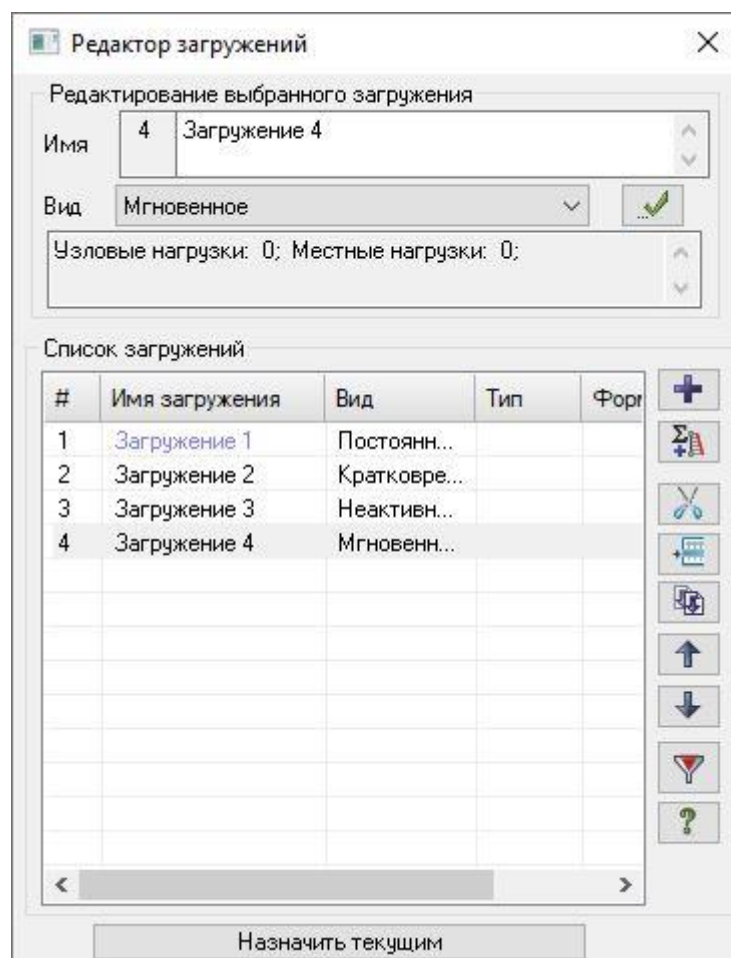

Рис.5.22. Диалоговое окно **Редактор нагружений**
- Вызовите диалоговое окно **Редактор загрузений** (рис.5.22) щелчком по кнопке  – **Редактор загрузений** (панель **Нагрузки** на вкладке **Создание и редактирование**).
Так как вид загружений задавался в диалоговом окне **Редактор загружений** (рис.5.22) таблица РСУ сформировалась автоматически с параметрами, принятыми по умолчанию для каждого загружения. Далее нужно только изменить параметры для первого, второго и четвертого загружений.